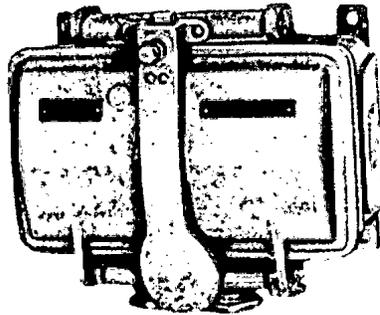

Bild 2
2. 1 Sicherungskasten (Bild 2)